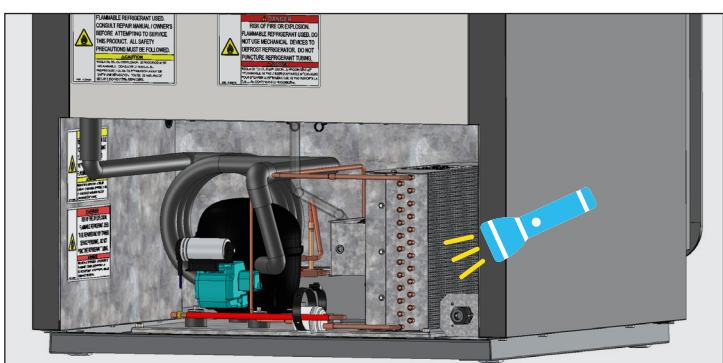

Рис. 4. Убедитесь в полном удалении грязи.
- Светя фонарем сквозь змеевик вглубь аппарата, проверить качество очистки поверхности змеевика от грязи. См. рис. 4.